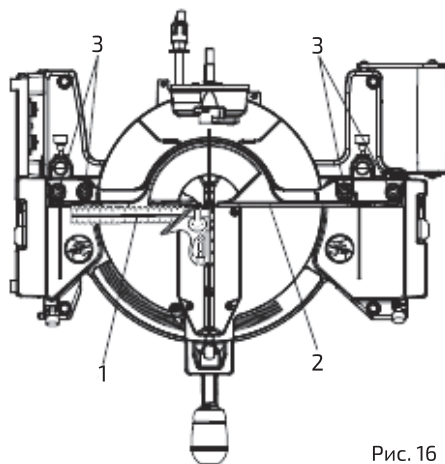

Рис. 16
2. Приложить пятку угольника (1) к диску, а линейку к упорному ограждению (2) (рис. 16).
3. Ослабить четыре блокирующих болта упорного ограждения (3) с помощью шестигранного ключа на 6 мм.
4. Отрегулировать перпендикулярность упорного ограждения по отношению к режущему диску и затянуть четыре блокирующих винта ограждения (3).